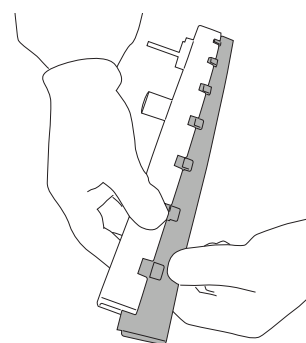

Fig.41
- Вытащите лезвия, чтобы вынуть весь узел (рис. 41).